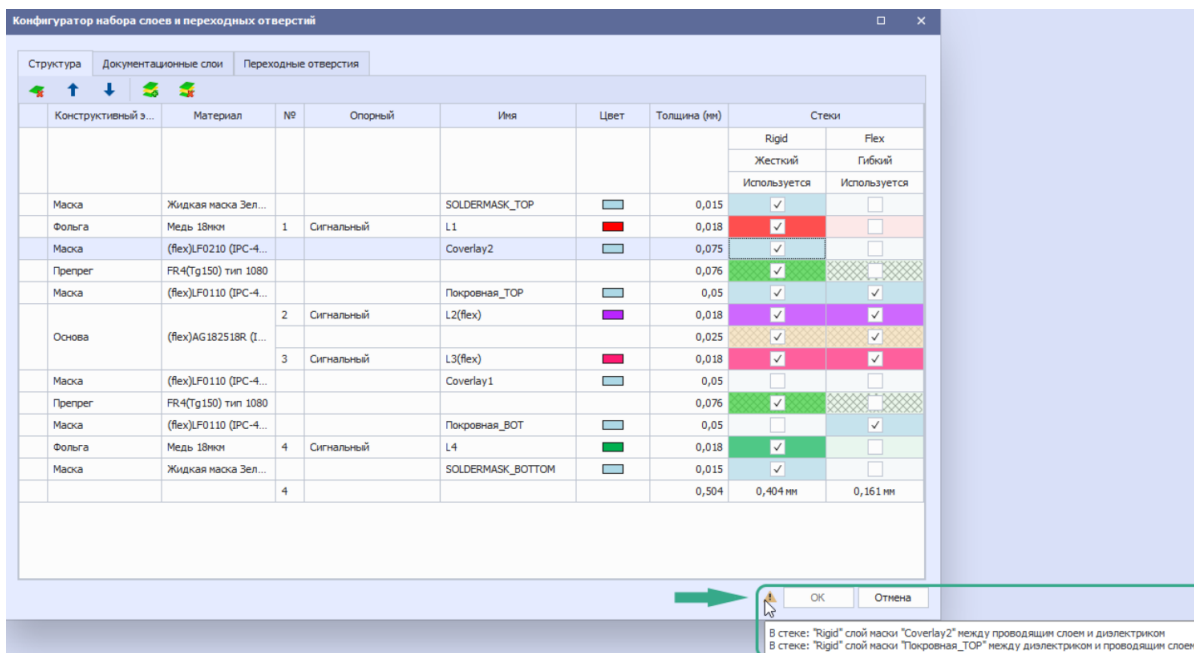

Рис. 11 Отображение выявленных нарушений
**Примечание!** Система автоматически выполняет онлайн проверку корректности формирования стека. При наличии нарушений, в нижней части окна редактора отображается иконка предупреждения . Наведите курсор на иконку для раскрытия описания выявленных нарушений, см. Рис. 11.